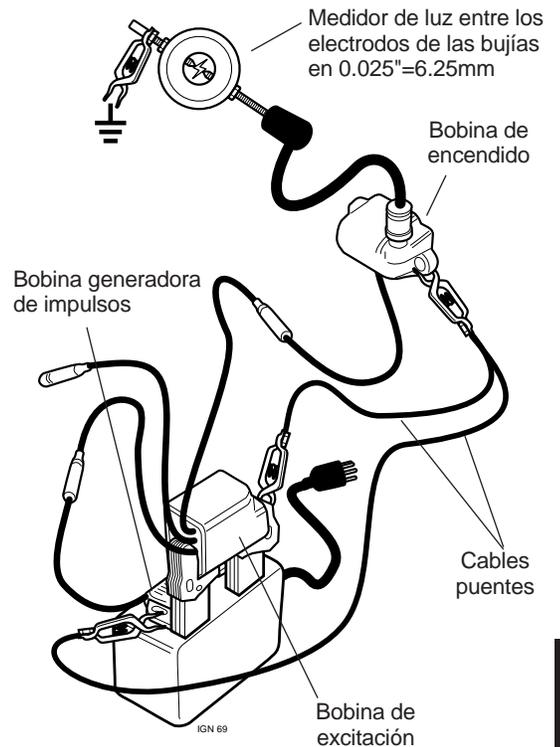

Figura 5.21 Bobina de Tres piezas en un simulador
- Los sistemas de encendido de tres piezas se pueden probar colocando simultáneamente en el simulador la bobina de excitación y la bobina generadora de impulsos y luego haciendo las restantes conexiones de enchufes y puentes a la bobina (figura 5.21)